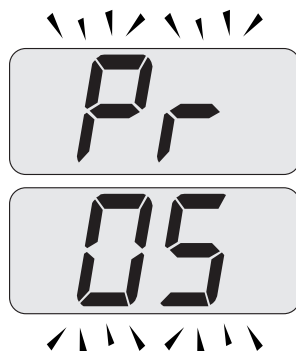

Figura 8.5
- Scorrere i vari parametri utilizzando i tasti 16 o 17 fino a far apparire sul display LCD le lettere **Pr** che si alternano con il codice **05**, indicanti l'entrata nel "parametro 05" (Figura 8.5).
- Premendo contemporaneamente i tasti 15 e 16 (Figura 8.3) si esce senza modificare il valore (ritorno alla lista parametri Figura 8.5)